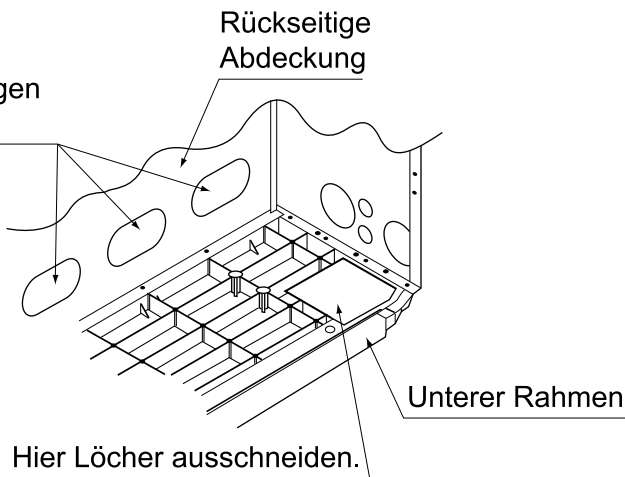

Abb. 14
1. Öffnen Sie die Durchbruchöffnungen in der Rückwand. (Siehe Abb. 14)
1. Schneiden Sie Löcher im angezeigten Bereich in den Bodenrahmen. (Siehe Abb. 14)